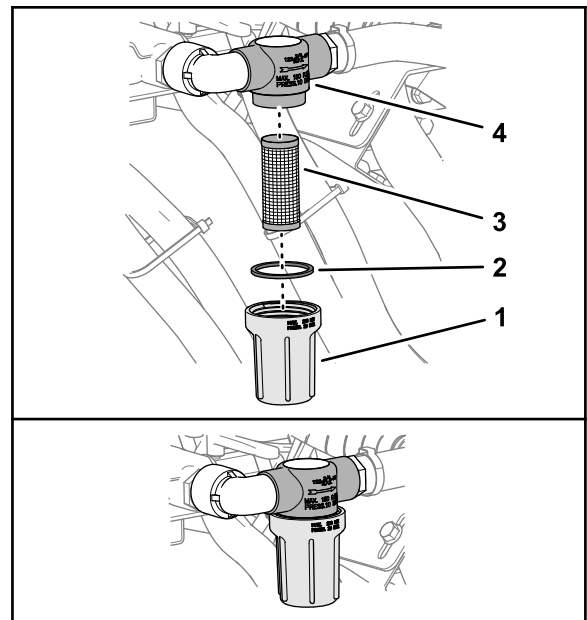

Figure 54
3. Tournez la cuvette du filtre dans le sens antihoraire et déposez-la ainsi que le filtre du boîtier (Figure 54).
6. Remettez le filtre dans le boîtier (Figure 54).
7. Vissez le joint et la cuvette à la main sur le boîtier du filtre (Figure 54).